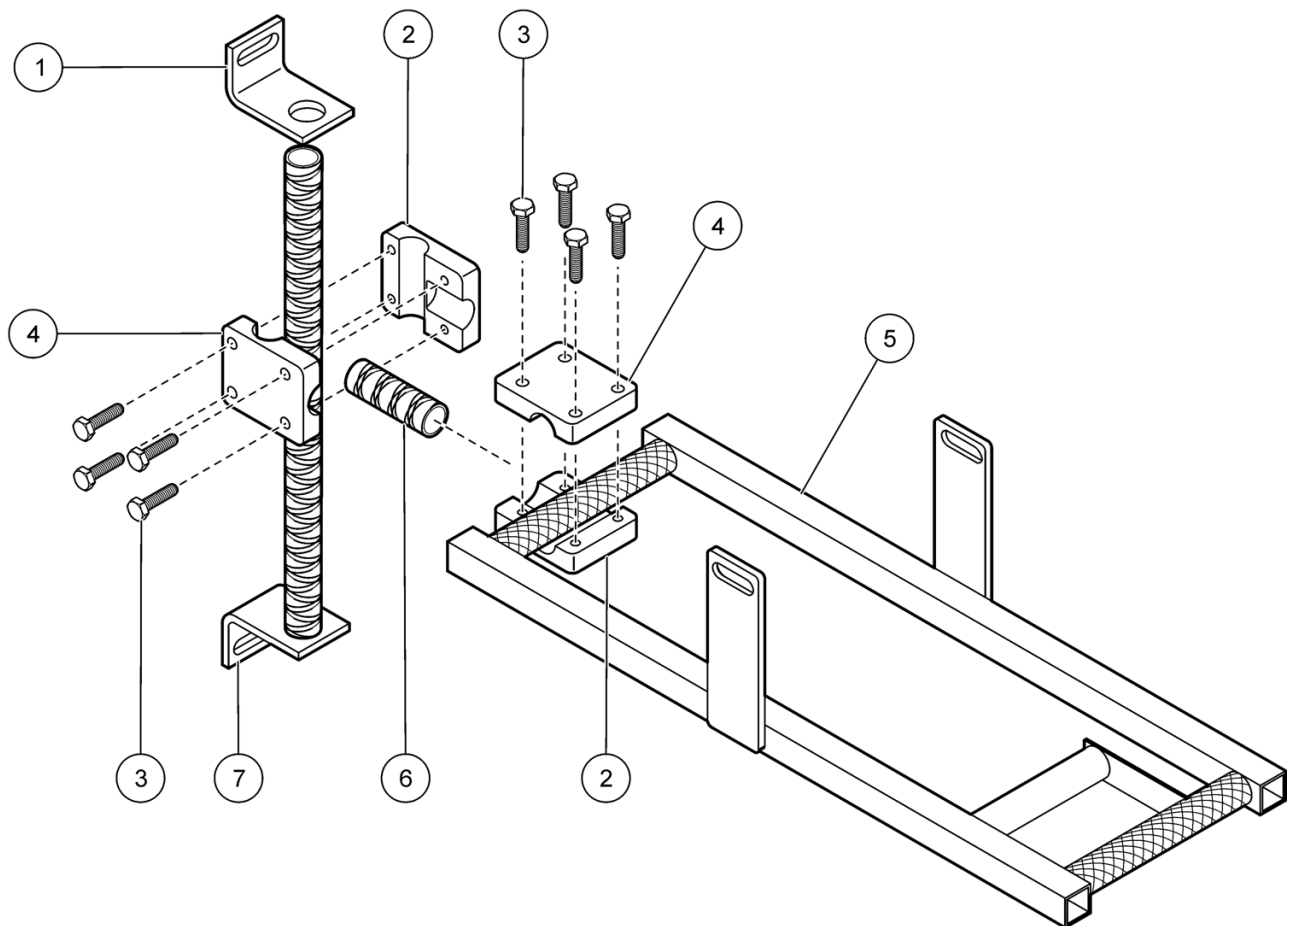
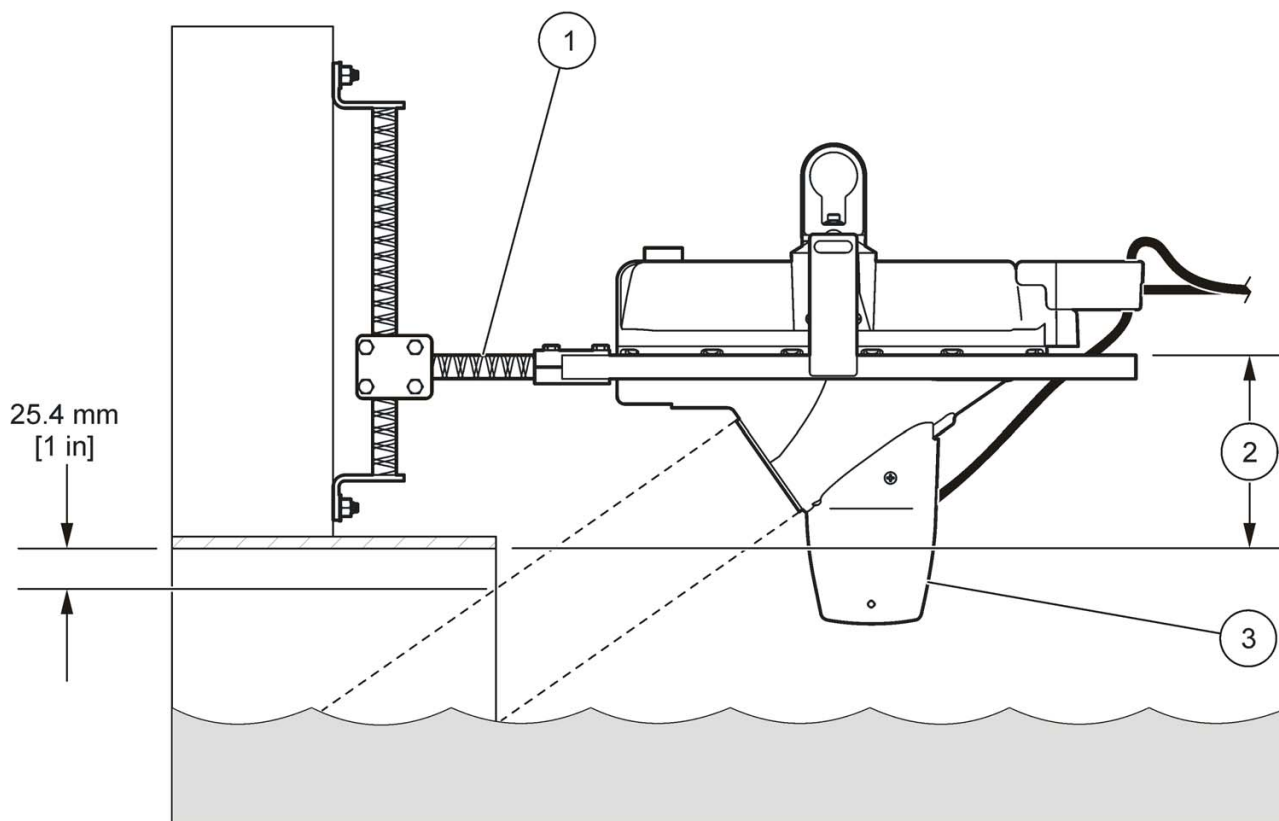

Figura 8 Abrazaderas montadas en el soporte de pared y en el chasis
Figura 12 Alineación vertical del sensor Flo-Dar con SVS
1. Coloque dos mitades de abrazadera (una roscada y otra sin rosca) alrededor del soporte de montaje en pared tal como se muestra en la Figura 8.
3. Coloque las otras dos mitades de la abrazadera alrededor del extremo frontal del chasis tal como se muestra en la Figura 8.
Nota: En la mayoría de los casos, la parte frontal del chasis apuntará hacia la pared, tal como se muestra en la Figura 8 (consulte también la Figura 12 en la página 20). Si las condiciones del caudal requieren que el sensor apunte en dirección opuesta a la pared, utilice el separador de 12 pulgadas y coloque las dos mitades de la abrazadera alrededor del extremo trasero del chasis.
2. Si el borde del conducto tiene una longitud superior a 5½ pulgadas (14 cm), instale el separador de 12 pulgadas entre el soporte de montaje en pared y el chasis (Figura 12).